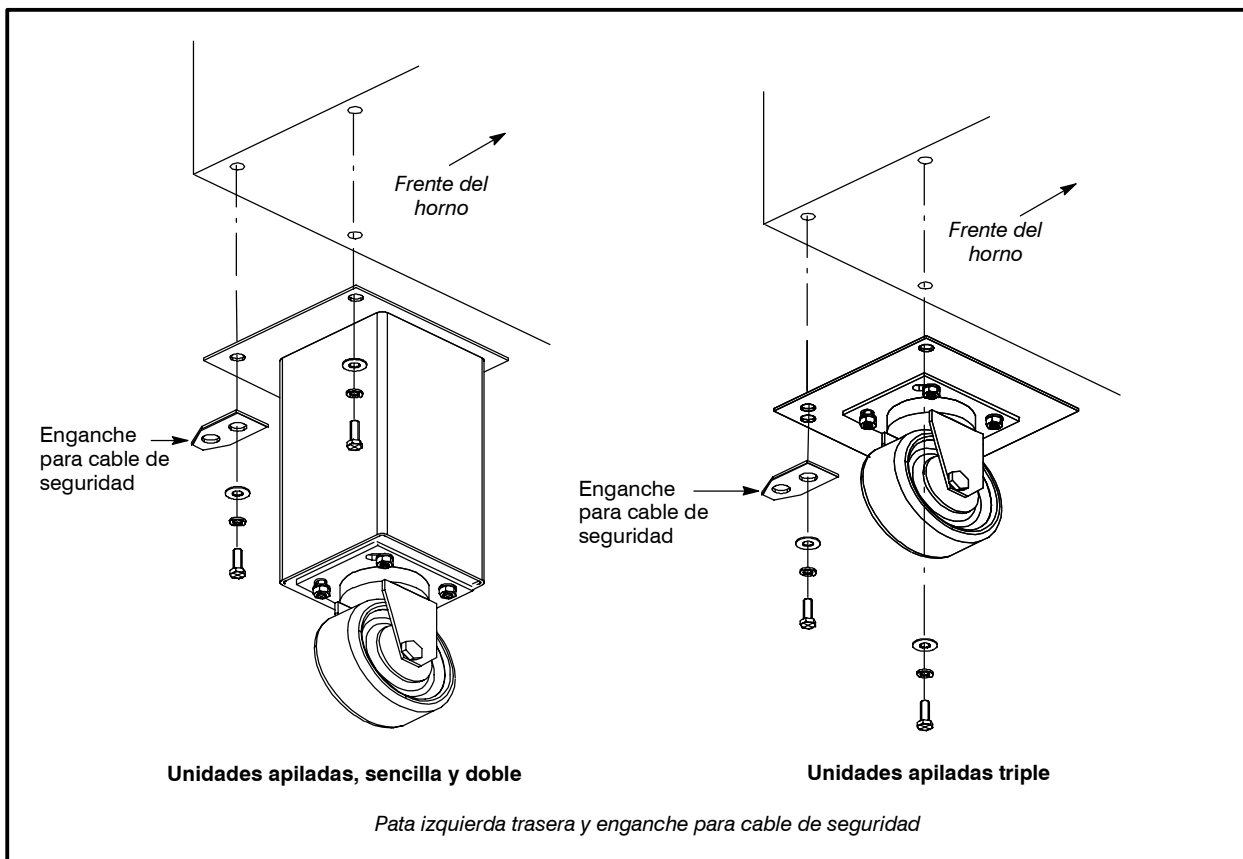

Figura 4
1. Atornille las patas o ruedas giratorias al horno, empleando tornillos de cabeza hexagonal 3/8-16, arandelas de seguridad y arandelas. En los modelos de gas, atornille a la rueda trasera izquierda un enganche para el cable de seguridad encargado de impedir sobretensiones en la manguera de gas, tal y como se indica en la Figura 4.